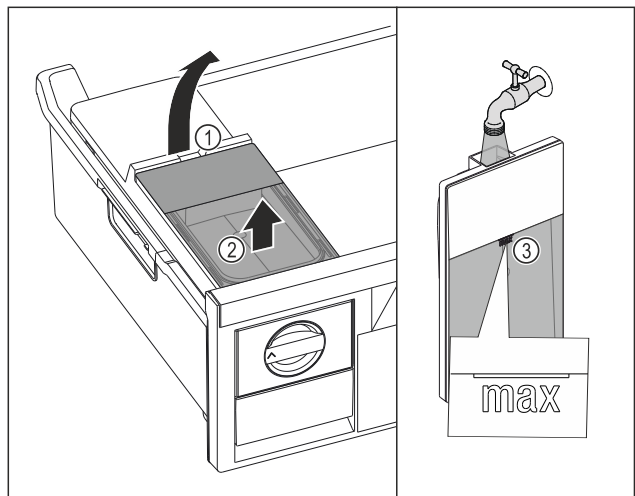

Fig. 123
- Soulever le réservoir d'eau par l'encoche Fig. 123 (1).
- Retirer le réservoir d'eau par le haut. Fig. 123 (2)
- Remplir le réservoir d'eau potable jusqu'au repère Fig. 123 (3).